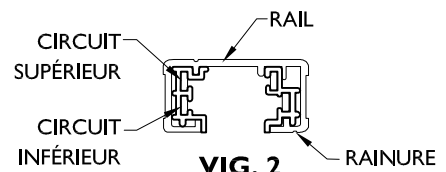

FIG. 2
B. RAIL HALO À DEUX CIRCUITS FIG. 2